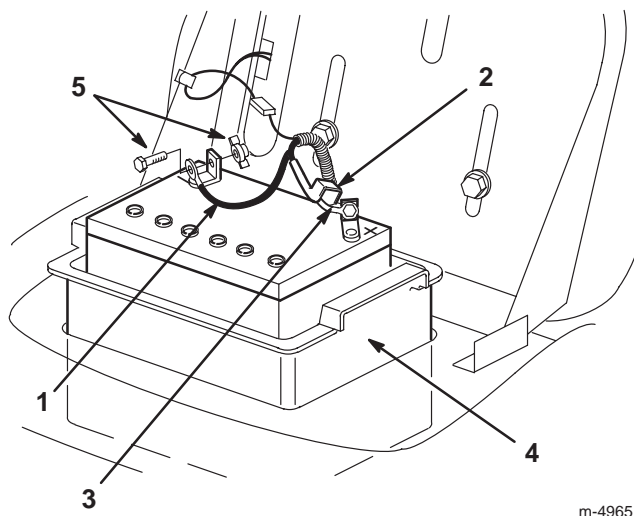

Figure 16
7. Débranchez le câble négatif (noir) de mise à la masse de la borne de la batterie (Fig. 16).
4. Connectez le câble négatif (noir) à la borne négative (–) de la batterie à l'aide du boulon et de l'écrou papillon (Fig. 16).
9. Débranchez le câble positif (rouge) de la borne de la batterie (Fig. 16).
10. Déposez le bac de la batterie et la batterie du châssis (Fig. 16).
1. Placez le compartiment de la batterie et la batterie dans le châssis (Fig. 16).
2. Connectez le câble positif (rouge) à la borne positive (+) de la batterie à l'aide du boulon et de l'écrou papillon (Fig. 16).